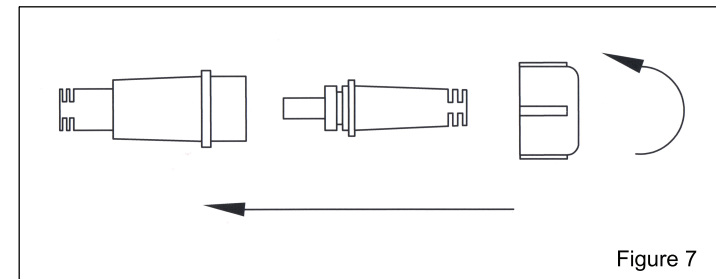

Figure 7
7. Connect the quick wire connection as Figure 7. Use some lubricant for easier connection.
7. Raccorder le raccord-éclair tel qu'illustré à la figure 7.